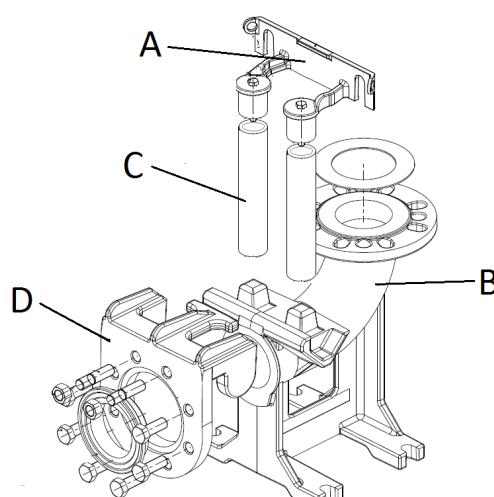

Fig. 5
- Fäst förankringsbygeln för styrören (fig. 5 - pos. A) i tankens kant.
- Placera stödfoten för automatisk förankring (fig. 5 - pos. B) på brunnen botten. Använd ett lod för att kontrollera att de koniska utsticken för anslutning av styrören är helt lodräta i förhållande till motsvarande utstick i förankringsbygeln på tankens kant. Kontrollera även planheten med hjälp av ett vattenpass.
- Märk ut läget för hålen på stödfoten. Fastställ därefter styrörens (fig. 5 - pos. C) exakta längd.
- Montera specialflänsen (fig. 5 - pos. D) med slid och skena på pumpens utloppsrör. Haka fast vajern eller kedjan vid handtaget eller hålet upp till på pumphuset.